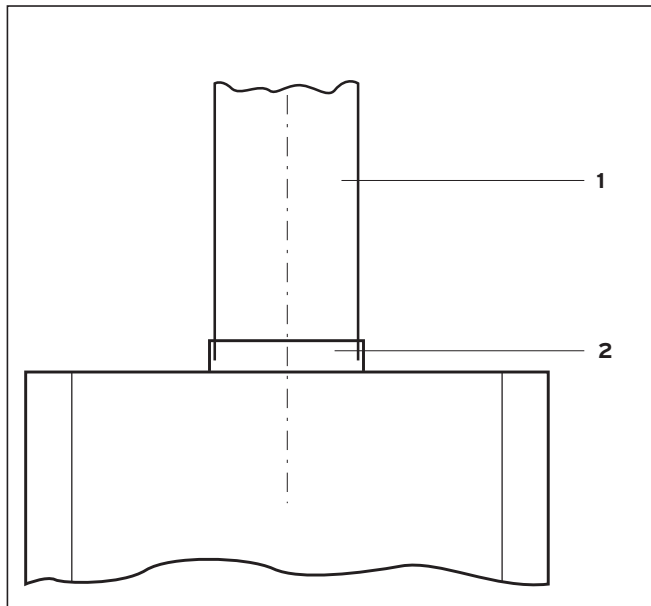

Fig. 5.1 Raccordo fumi
- Inserire il tubo per lo scarico fumi **(1)** nel raccordo per il tubo di scarico **(2)** sul dispositivo antiriflusso, vedi fig. 5.1 Raccordo fumi.